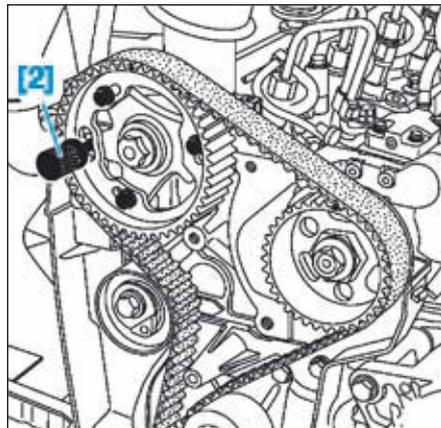

FIG.15
• Dans cette position l'outil [2] doit s'engager librement dans la culasse (Fig.15).
- Dans cette position, s'assurer que l'outil [2] peut être réintroduit au travers de la roue dentée jusque dans la culasse (Fig.15).